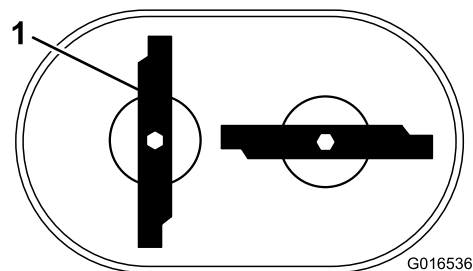

Figure 37
**Remarque:** Les lames devraient être perpendiculaires et former un « T » renversé, comme montré à la Figure 37.